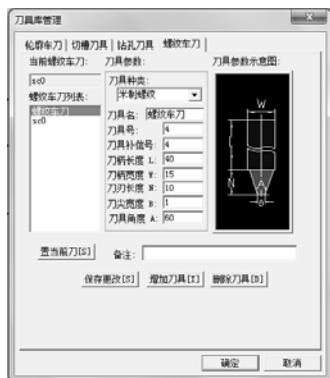
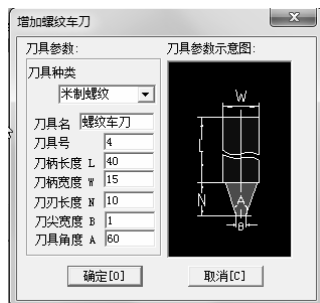

图 6-64 刀具库管理对话框
图 6-65 增加螺纹车刀
(4) 设置增加车刀 单击“螺纹车刀”选项卡，如图 6-64 所示。然后再单击“增加刀具 [I]”按钮，弹出“增加螺纹车刀”对话框，设置螺纹车刀刀具参数如图 6-65 所示。